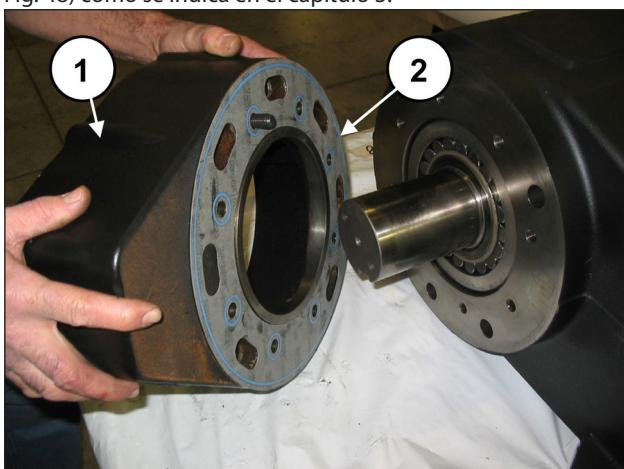
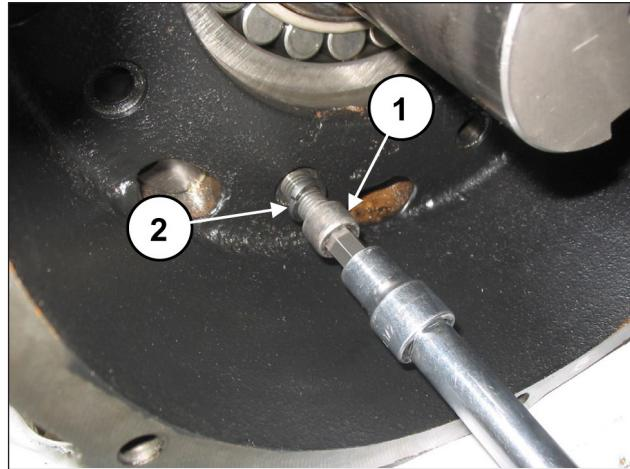
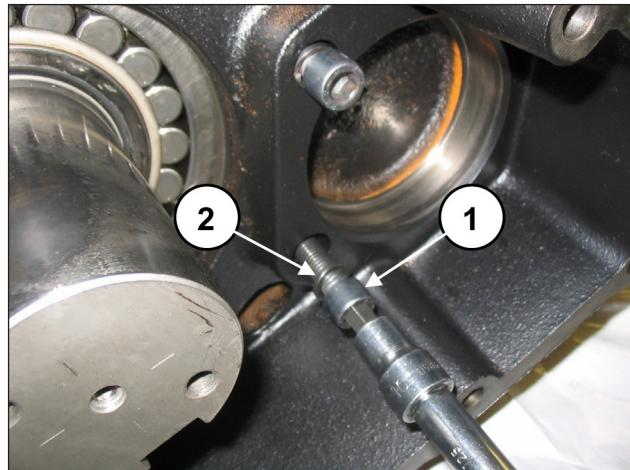
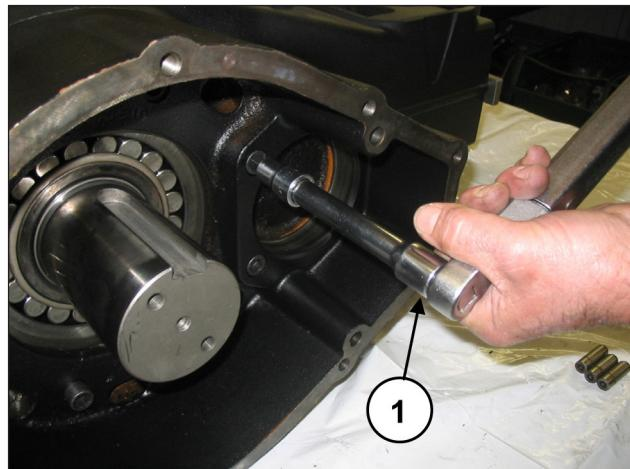

Fig. 45
Fig. 46
Fig. 47
Fig. 48
Montar la caja del reductor (pos. ①, Fig. 45) y la junta correspondiente (pos. ②, Fig. 45) utilizando los 6 tornillos M12x40 (pos. ①, Fig. 46), los 2 tornillos M12x50 (pos. ①, Fig. 47) y las arandelas Grower Ø12 (pos. ②, Fig. 46 y Fig. 47). Ajustar los tornillos con la llave dinamométrica (pos. ①, Fig. 48) como se indica en el capítulo 3.